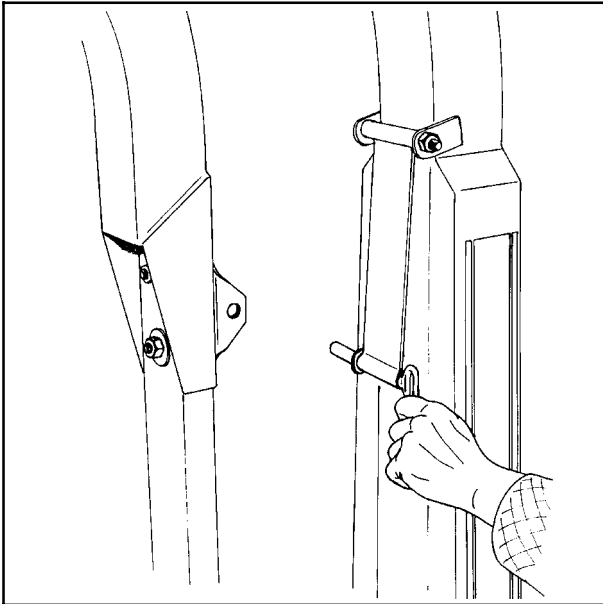

Fig. 4-11
6. Ta ut låsebolten som holder sveivearmen fast til ramma under transport. (Se fig. 4-11).